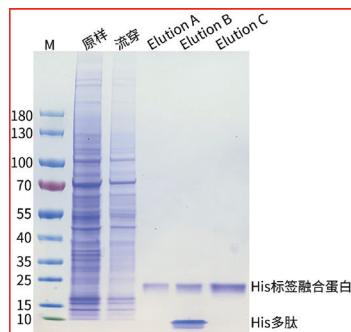

图3.Magneti-Q His标签蛋白纯化试剂盒纯化胞内蛋白的SDS-PAGE电泳图
- 5) 对洗脱产物进行 SDS-PAGE 电泳，结果请见图 3。